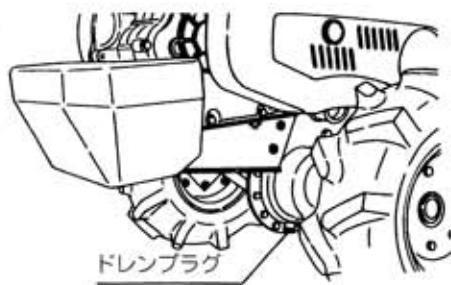

図48
- ① 排油口のドレンプラグを外して、汚れたオイルを流し出してください。(図48)
- ③ 汚れたオイルが完全に無くなったらドレンプラグを確実に締付けてください。(図48)
- ④ 機体を水平にしてください。
- ⑤ 給油口からミッションオイルSAE90番をゆっくりと流し込んでください。
(図48)